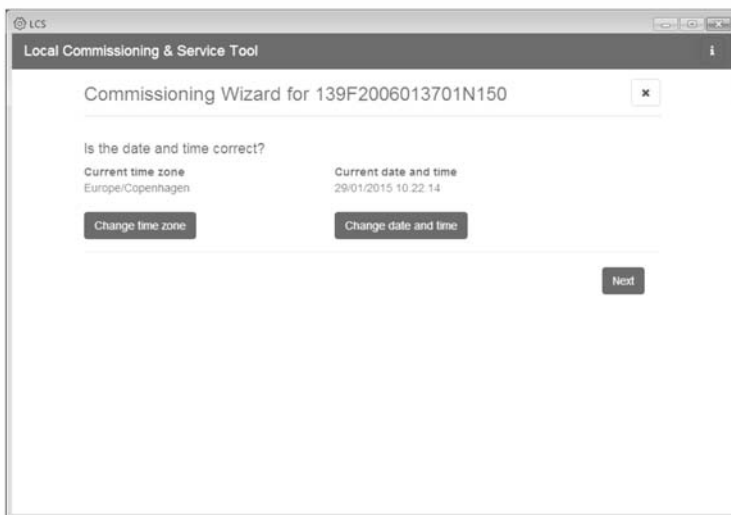

Figura 5.3 LCS-Tool - Verificare data e ora
- 4. Verificare che la data e l'ora siano corrette. In caso contrario, impostare data e ora e continuare. V. figura 5.3.